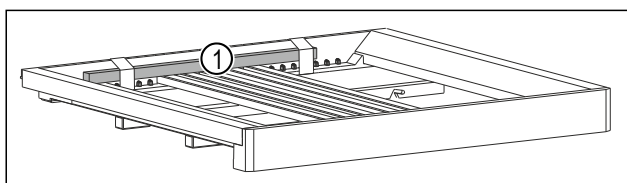

Fig. 37 *
- Odstraňte dřevěnou tyč Fig. 37 (1).*